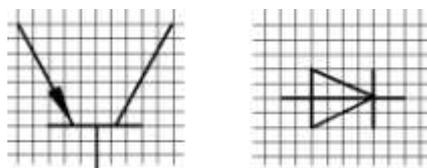

Рис. 87
1. С помощью основных команд рисования выполнить чертежи элементов электрических схем в модульной сетке или по размерам соответствующих стандартов УГО (рис. 87) [3]. Можно настроить шаг сетки = 1.